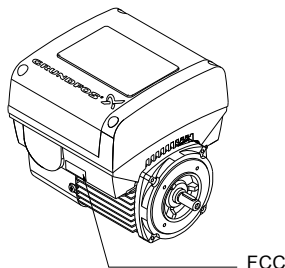

Fig. 61 FCC-mærkat
10. Hvis CIM-modulet leveres med et FCC-mærke, så placér det på klemkassen. Se fig. 61.